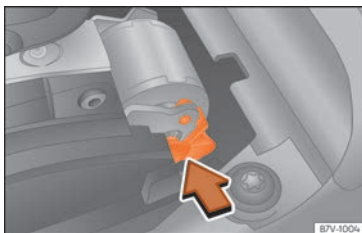

Abb. 242 Wählhebelsperre notentriegeln.
- Entriegelungshebel » » **Abb. 242** in Pfeilrichtung drücken und in dieser Position halten.